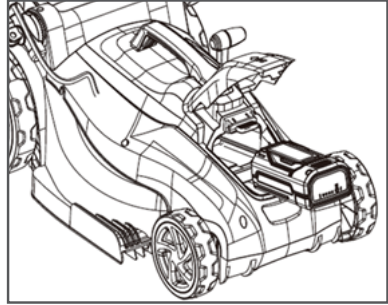

Рис. 9 Установка аккумулятора
1. Открыть крышку аккумуляторного отсека и вставить аккумулятор в гнездо, задвинуть до упора, чтобы зафиксировать его на месте (Рис. 9).